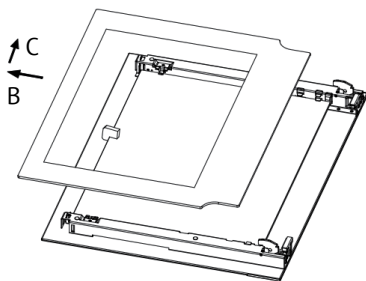

Рис. 4
2. Осторожно извлеките наружное стекло (рис. 4).